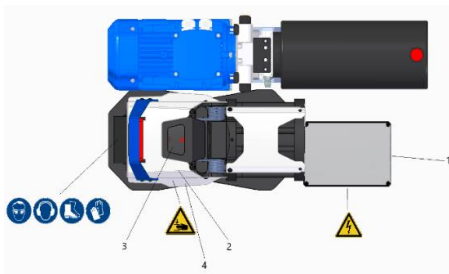

Ilustración 2: Disposición de los elementos de seguridad
La máquina está equipada con los siguientes dispositivos de seguridad. Su realización se lleva a cabo en un control de seguridad propio, en la Ilustración 2. Los dispositivos de seguridad se representan gráficamente:
La máquina lleva señales de advertencia colocadas para advertir de los riesgos residuales que no pueden evitarse de forma constructiva. Las posiciones de estas señales se muestran en la Ilustración 2:
La placa de características (4) (véase Ilustración 3) para la identificación de la máquina se encuentra sobre el cortacadenas (véase Ilustración 2).